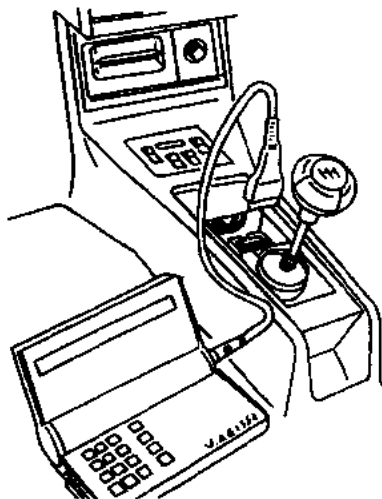

图 1-6 故障阅读器 V.A.G1552 的连接
(1) 按图 1-6 所示, 打开诊断插座盖板, 并用电缆 V.A.G1551/3 将故障阅读器 V.A.G1552 接到诊断插座上。
(1)按图 1-6 所示接好故障阅读器 V.A.G1552,接通点火开关,并使发动机以怠速转速运转,输入“发动机电子系统”的地址指令 01。